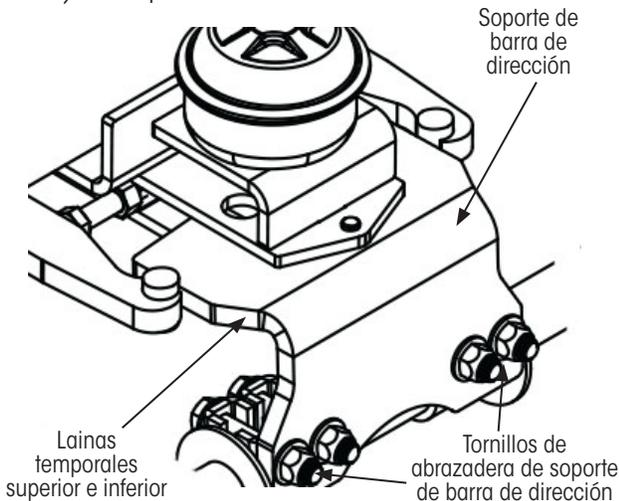

Figura 33: Alineación de placa de bloqueo de barra de dirección
3. **Inserte** laines temporales por arriba y por abajo del soporte de la barra de dirección (Figura 33) para espaciar uniformemente (centrar) el soporte de la barra de dirección verticalmente en el ensamble de bloqueo directo.